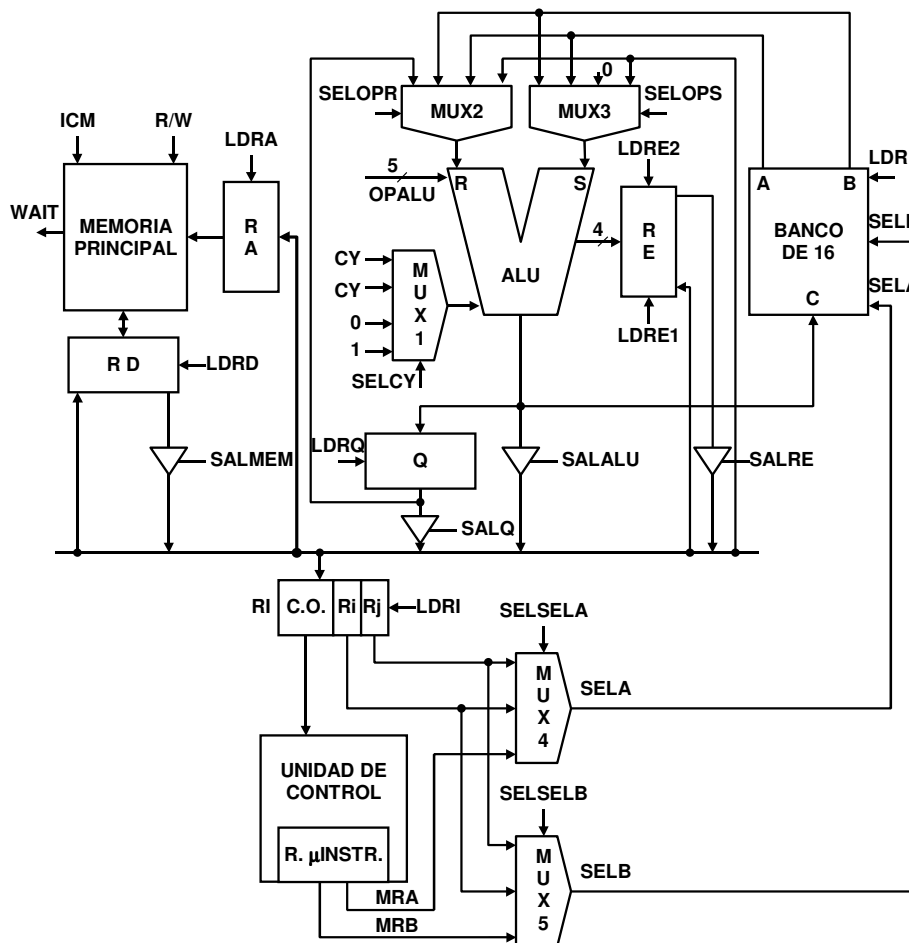

Figura 8. Esquema de bloques del camino de datos del problema 11.
11. En la Figura 8 se muestra el esquema de bloques del camino de datos de un ordenador cuya unidad de control microprogramada estamos diseñando.